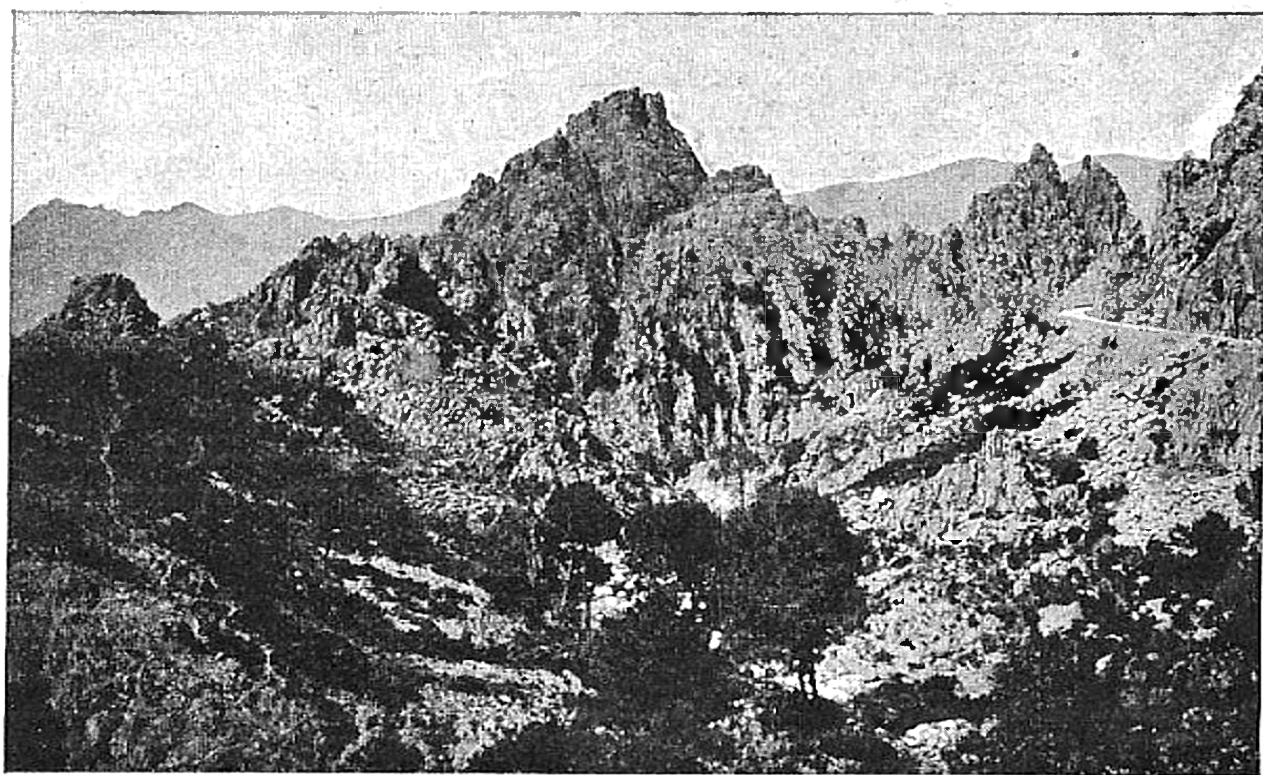

Fig. 116. — Massif à structure cristallisée (roches ignées), à Piana (Corse).
13. Roches ignées. — Au contraire, certaines roches siliceuses forment des *massifs* de cristaux agglomérés sans ordre et *privés de fossiles* (*fig. 116*). Elles